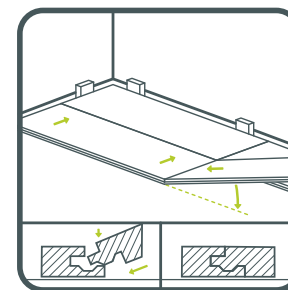

рис. 9
8.3.2.2 После сборки второго ряда совместить второй ряд с первым рядом под углом 45 градусов по продольной стороне замка, опустить к основанию, прижать вниз (см. рис. 9).